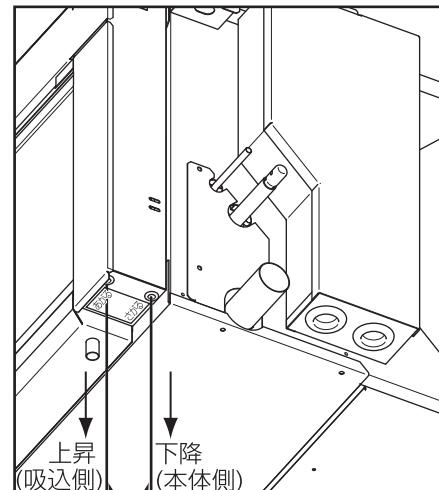

図8
- フィルターを下降させる：本体に近い方のチェーンを引張る。(図8)
フィルターを上昇させる：吸込側のチェーンを引張る。(図8)